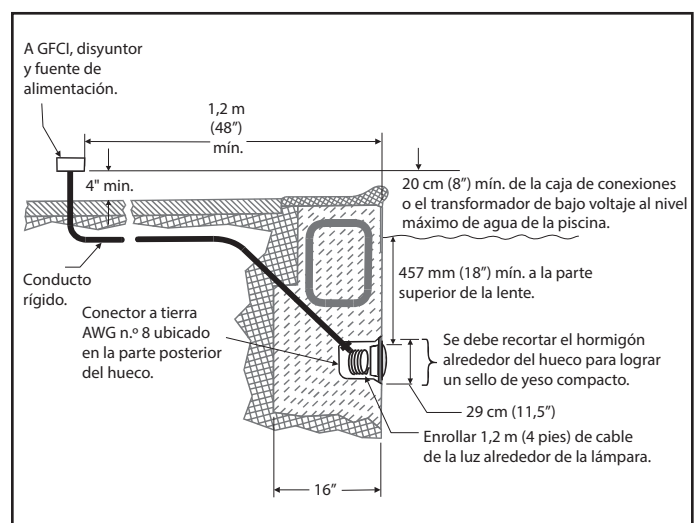

Figura 1. Instalación de luces LED Jandy Pro Series
NOTA Un electricista debe completar los pasos preliminares antes de que se instale la lámpara. Consulte la Figura 1. Asegúrese de que la piscina cumpla con los requisitos indicados en el código National Electrical Code® actual y todos los códigos locales de Estados Unidos o el Código de Electricidad en Canadá ("CEC" o C22.1) de Canadá. Un electricista certificado o con licencia debe instalar el sistema eléctrico para satisfacer o superar esos requisitos antes de que se instale la luz sumergible. Algunos de los requisitos en el Código Nacional de Electricidad, que los sistemas eléctricos de la piscina deben cumplir, son:
2. La caja de conexiones (o el transformador de bajo voltaje para los modelos de 12 voltios) debe colocarse al menos 20 cm (8 pulgadas) por encima del nivel del agua, al menos 10 cm (4 pulgadas) por encima del nivel del suelo y al menos a 1,2 m (4 pies) de distancia del borde de la piscina. Consulte la Figura 1.
4. El hueco de humedad debe instalarse correctamente de modo que el borde superior de la lente de la luz sumergible quede al menos 45 cm (18 pulgadas) por debajo de la superficie del agua en la piscina. Consulte la Figura 1.
5. El hueco de humedad debe unirse eléctricamente y conectarse a tierra correctamente mediante el conector a tierra AWG n.º 8 ubicado en la parte posterior del hueco. Consulte la Figura 1.
1. Introduzca cable por el conducto a la caja de conexiones dejando al menos 1,2 m (4 pies) de cable en la lámpara para enrollar en la base del hueco de la luz. Consulte la Figura 1. Con 1,2 m (4 pies) de cable, es posible inspeccionar la luz después de que se llena de agua la piscina.
3. Pele 15 cm (6 pulgadas) de la cubierta exterior del cable para descubrir los tres cables aislados. *Procure no dañar el aislamiento de los tres (3) cables internos.*
4. Instale el aliviador de tensión sobre la cubierta del cable y conecte los tres (3) cables a los cables de circuito correspondientes en la caja de conexiones. Instale la tapa de la caja de conexiones.
2. La caja de conexiones (o el transformador de bajo voltaje para los modelos de 12 voltios) debe colocarse al menos 20 cm (8 pulgadas) por encima del nivel del agua, al menos 10 cm (4 pulgadas) por encima del nivel del suelo o el nivel de la plataforma de la piscina y al menos 1,2 m (48 pulgadas) de distancia del borde de la piscina o el hidromasaje. Consulte la Figura 1.
5. Deje al menos 1,2 m (4 pies) de cable para enrollarlo alrededor de la lámpara o en la base del hueco de la luz. Consulte la Figura 1. Esto permite inspeccionar la luz después de que se llena de agua la piscina.
7. Pele 15 cm (6 pulgadas) de la cubierta exterior del cable para descubrir los tres cables aislados. *Procure no dañar el aislamiento de los tres (3) cables internos.*